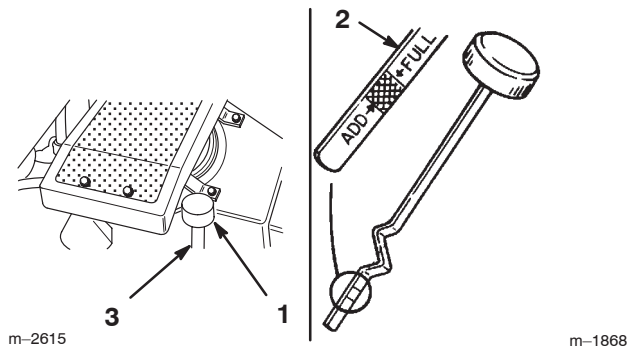

Figure 20
2. Nettoyez la surface autour de la jauge d'huile (Fig. 20) pour éviter que des impuretés ne s'introduisent dans le goulot de remplissage, ce qui risquerait d'endommager le moteur.
3. Dévissez la jauge d'huile et essuyez soigneusement l'extrémité métallique (Fig. 20).
4. Remettez la jauge au fond du tube de remplissage, sans la visser (Fig. 20). Sortez de nouveau la jauge et examinez l'extrémité métallique. Si le niveau est bas, versez lentement une quantité d'huile suffisante dans le goulot de remplissage pour amener le niveau au repère du plein (FULL).
5. Versez lentement environ 80% de la quantité d'huile spécifiée à la page 27 dans le goulot de remplissage (Fig. 20).